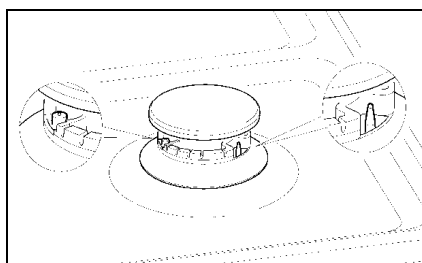

Fig.23
- **Accensione bruciatori dotati di dispositivo di sicurezza (termocoppia fig.23):** Premere e girare in senso antiorario la manopola corrispondente al bruciatore selezionato, portarla sulla posizione di MASSIMO (fiamma